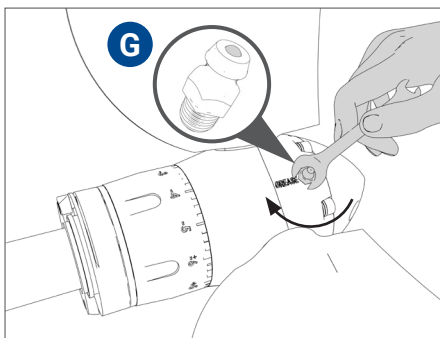

FIG. 43 | Vissage du graisseur "G"
- Visser le graisseur **G** fourni avec l'hélice dans le trou (Fig. 43).